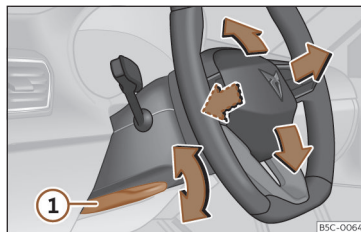

Fig. 66 Alavanca na parte inferior do lado esquerdo da coluna de direção
- Puxe a alavanca >>> **Fig. 66** ① para baixo, mova o volante até à posição desejada e volte a subir a alavanca até ao ponto de fecho.
- Após ajustar a coluna da direção, empurre firmemente a alavanca >>> **Fig. 66** ① para cima para que o volante não mude de posição acidentalmente durante o andamento.